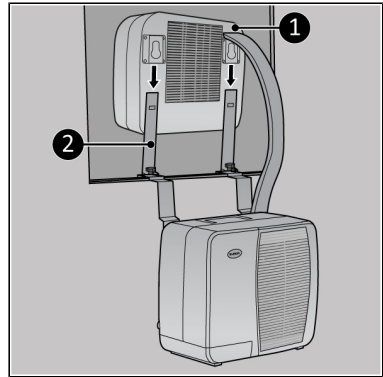

Figure 138.
2. Skyv innendørsenheten over de øverste campingvognbrakettene (Figure 138, pos. 2).